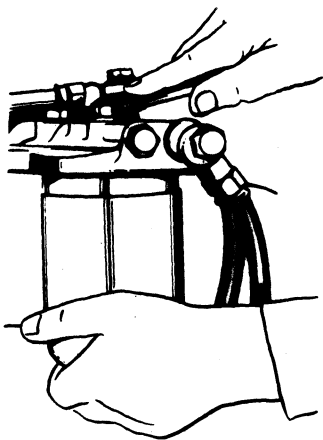
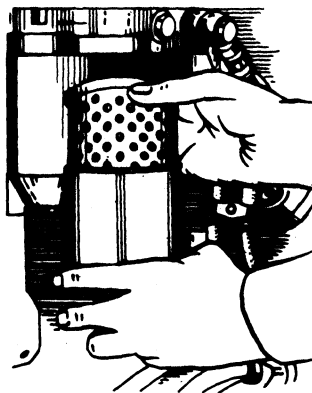

Рис. 64. Вывертывание болта крепления колпака
Рис. 65. Замена фильтрующего элемента
2. Отверните болт крепления колпака фильтра (рис. 64), снимите колпак, удалите старый фильтрующий элемент (рис. 65) и вылейте остатки топлива.